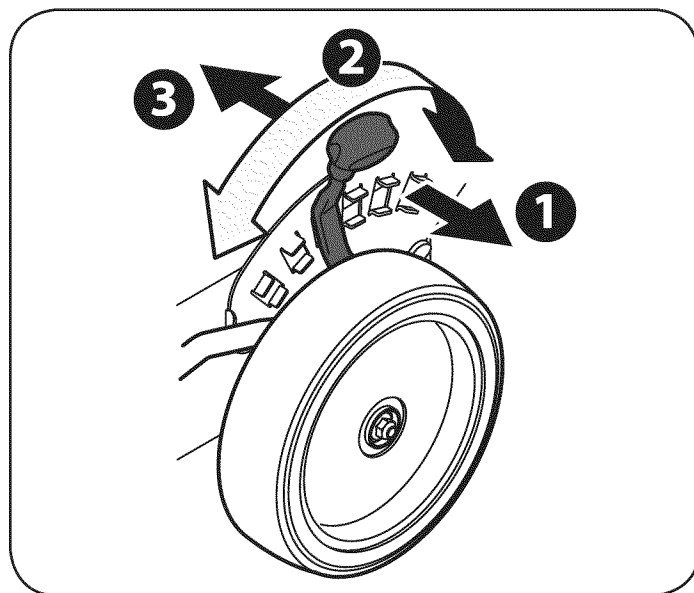

Figura 6
1. Tire de la palanca de ajuste de altura hacia afuera en dirección a la rueda (la unidad tenderá a caer cuando se mueve la palanca hacia afuera). Vea la Figura 6.